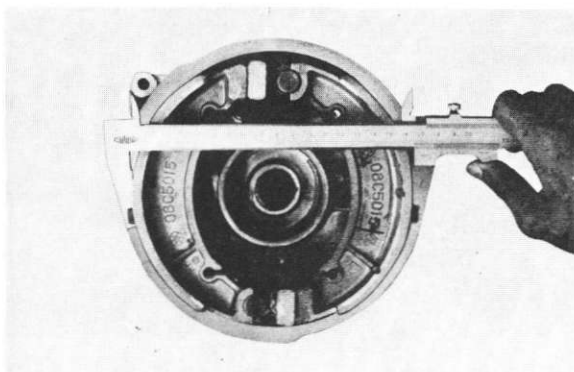

Fig. 5-1-14
Set the brake shoe, and measure the outer diameter of the shoe, with slide calipers as shown in Fig. 5-1-14.
Réglez le segment de frein, et mesurez son diamètre extérieur à l'aide d'un pied à coulisse, comme illustré à la Fig. 5-1-14.
- 3) **Aussendurchmesser der Bremsbacken wie aus Abbildung 5-1-14 ersichtlich mit einer Schublehre messen.**